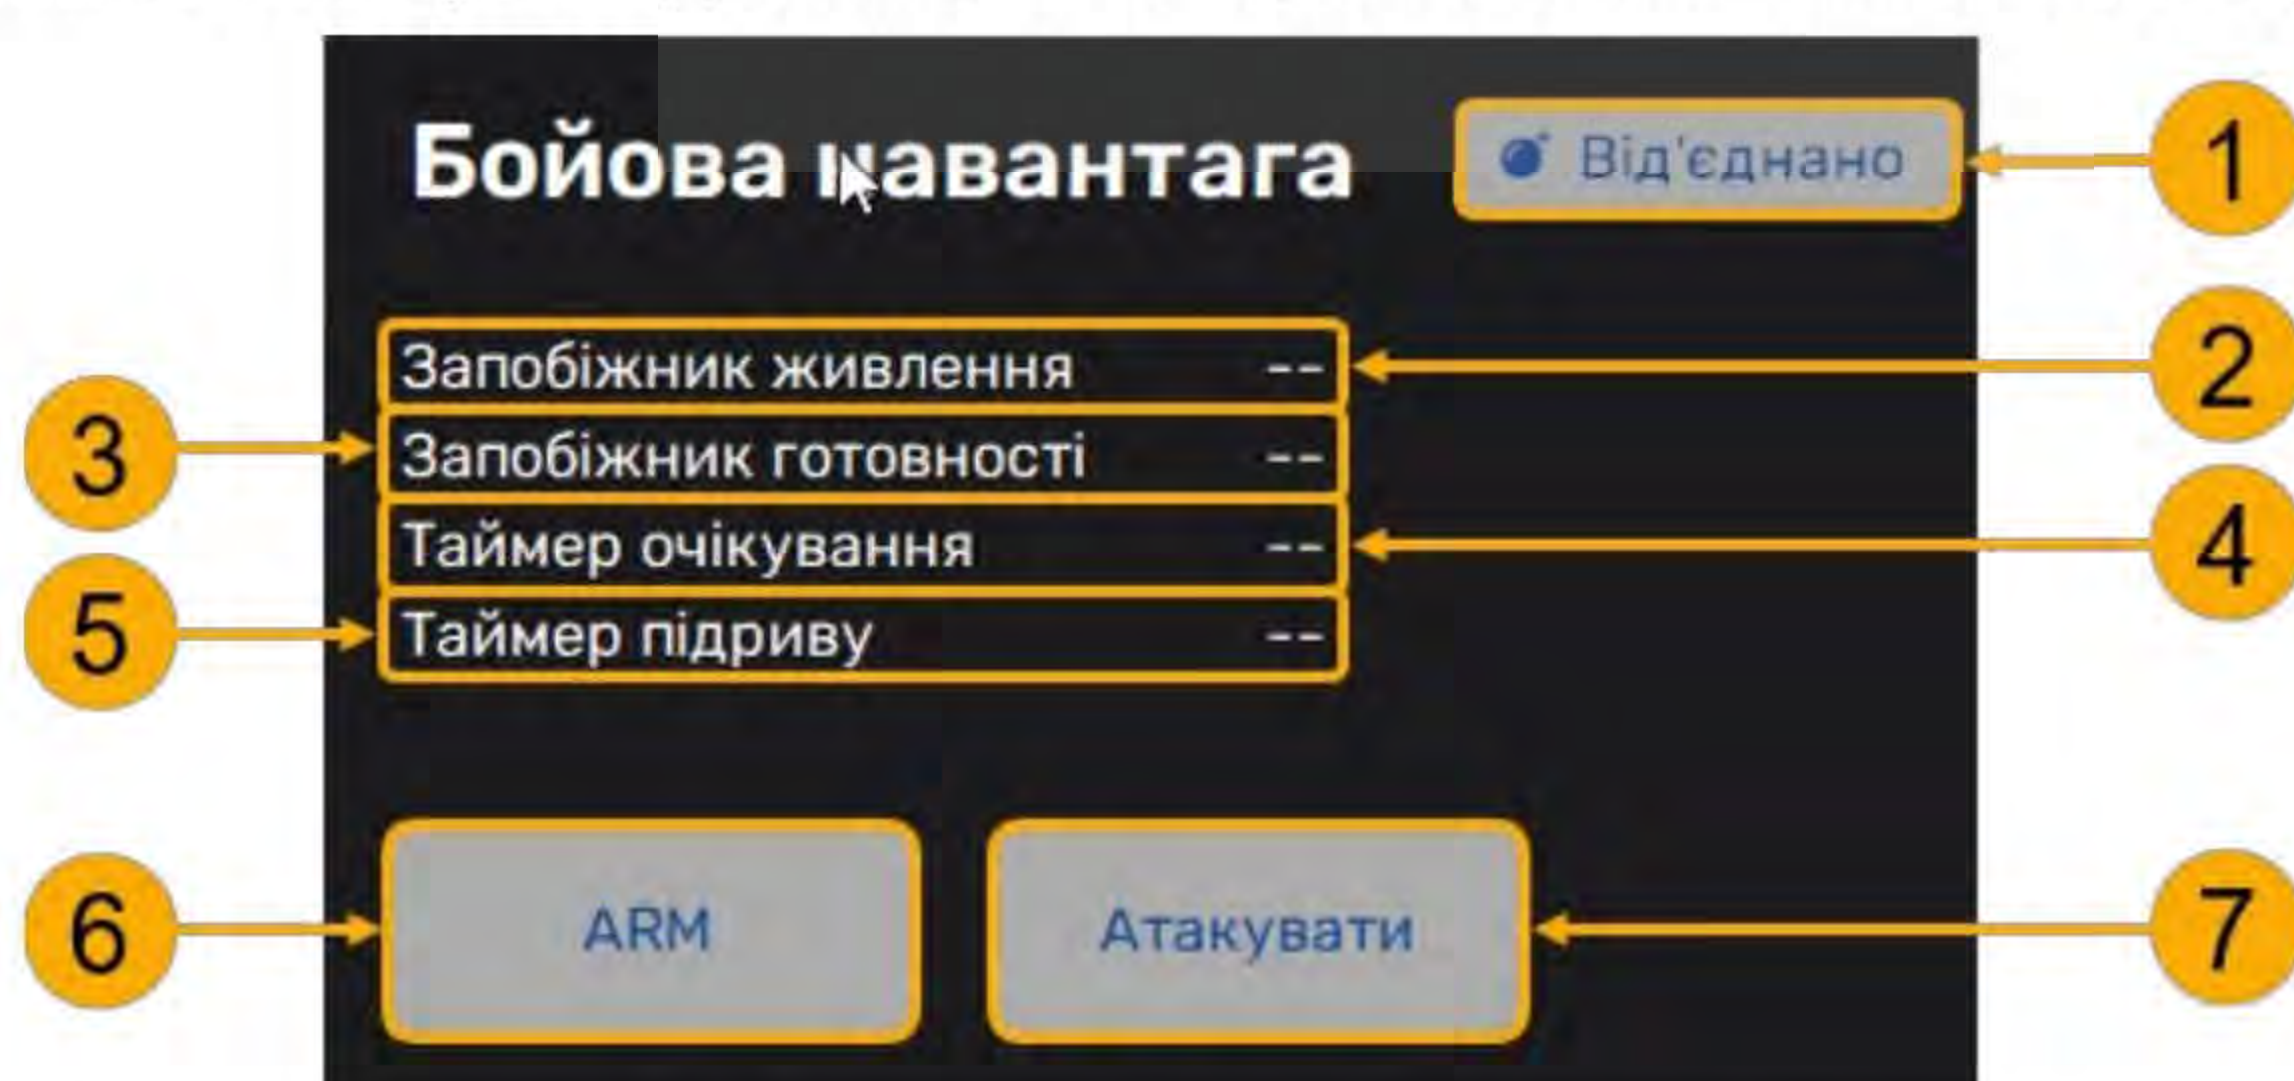

Рис. 2 Элементы вкладки "Боевая нагрузка"
5.2.1.3 В процессе прохождения предполетной проверки, когда экипаж должен убедиться в работоспособности всех систем БпЛА и наземного оборудования, нужно подать питание на БН путем перевода тумблера управления питанием БН в положение "ВКЛ.". При этом индикатор статуса боевой части (1) (Рис. 2) изменится на "Тумблер ON", а индикатор "Предохранитель питания" (2) начнет отображать таймер 20 с.
5.2.1.9 В момент схода с катапульты, сенсор боевой нагрузки фиксирует перегрузку, после чего, индикатор "Предохранитель готовности" (3) (Рис. 2) начинает отображать таймер 120 с, в течение которого невозможно перевести БН в режим боевой готовности. Данный таймер предусмотрен для дополнительной защиты экипажа во время взлета БпЛА и набора высоты. В течение обратного отсчета таймера индикатор статуса БН меняется на "Предохранитель", а после завершения отсчета индикатор статуса БН переходит в режим "Готов. к ARM", то есть БН может быть переведена в боевую готовность по соответствующей команде.
- 5.2.1.13 Убедившись, что объект поражения захвачен маркером наведения ГОЭС, оператор БпЛА, нажатием на кнопку "ARM" (6) (Рис. 2), переводит БН в режим боевой готовности. В этот момент статус индикатора БН изменится на "ARM". Индикатор "Таймер ожидания" (4) начинает отображать таймер 120 с, в течение которого оператору БпЛА необходимо убедиться в верности принятого решения об уничтожении цели.